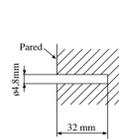

Fig. 3-1
- Háganse agujeros en la pared de las siguientes dimensiones 64,8mm x 32mm. (Fig. 3-1)